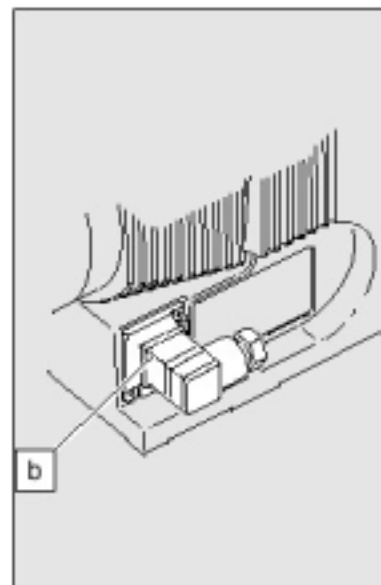

Рисунок 19
- Вставьте штекер кабеля реле в крышку реле и прикрутите (см. рисунок 19).